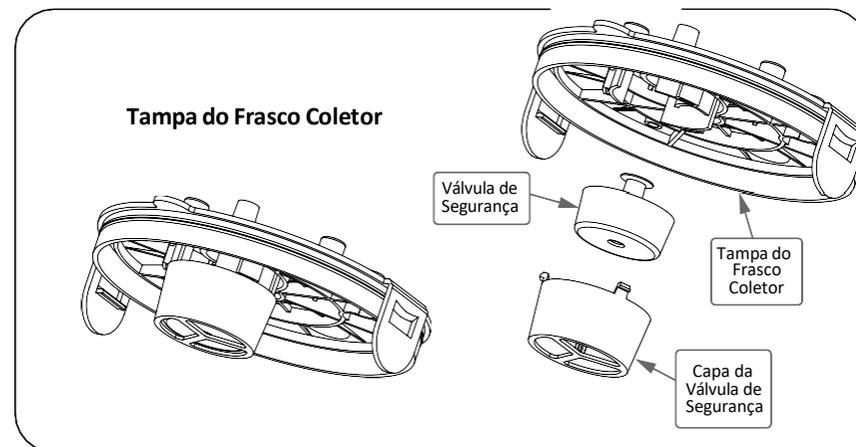

Fig. 10 - Tampa do Frasco com Válvula de Segurança
- 1 Válvula de Segurança:** o frasco coletor vem equipado com uma válvula que tem como objetivo evitar que o líquido retido no frasco atinja o motor do aparelho. Mantenha esta válvula (Fig. 10) sempre conectada e limpa para evitar contaminação do filtro e danos ao equipamento.